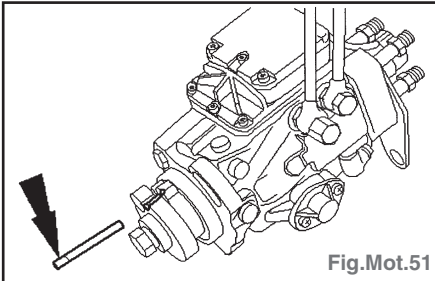

Fig.Mot.51
- Avec une pige appropriée de 6 mm de diamètre et 65 mm de longueur, remettre le calage de pompe d'injection à zéro en introduisant la pige dans les découpes prévues à cet effet (Fig. Mot.51).